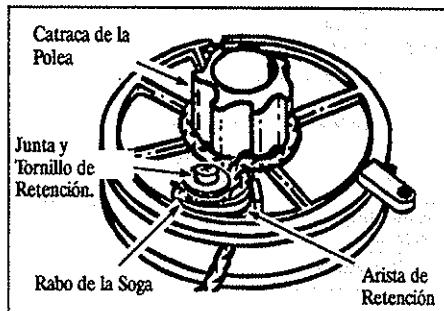

Figura 18
- Enrosque la soga hacia la izquierda (en contra del sentido del reloj) alrededor de la catraca de la polea y meta la punta suelta debajo de la soga, dejando un rabo de 25 mm (1") al lado de la Arista de Retención. Figura 18.
**AVISO:** En el paso 13, no ajuste el Tornillo de Retención excesivamente. El ajuste excesivo puede hacer que se estropee la rosca del poste del tornillo. Ajuste el tornillo hasta que la superficie inferior de la junta o (1) esté bien al ras contra la soga 0 (2) toque la parte superior del poste del tornillo.
- Instale y ajuste el Tornillo de Retención y la Junta. Vea la Figura 18.